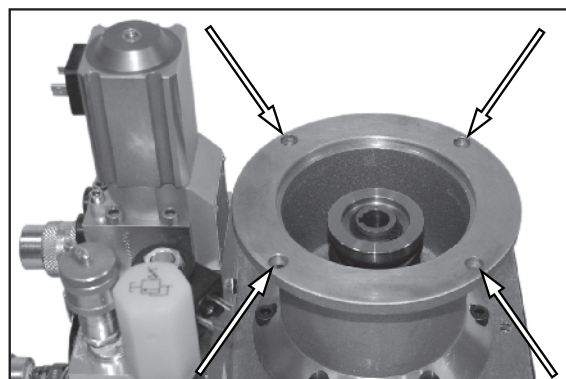

Рис. 32.
- См. рис. 32. Очень важно соблюдать ориентацию крепежных отверстий основания двигателя. Отверстия основания должны располагаться согласно изображению. Установка производится в обратном снятию порядке. Затяните крепежные болты двигателя в звездообразном порядке с усилием 6,8 Нм.